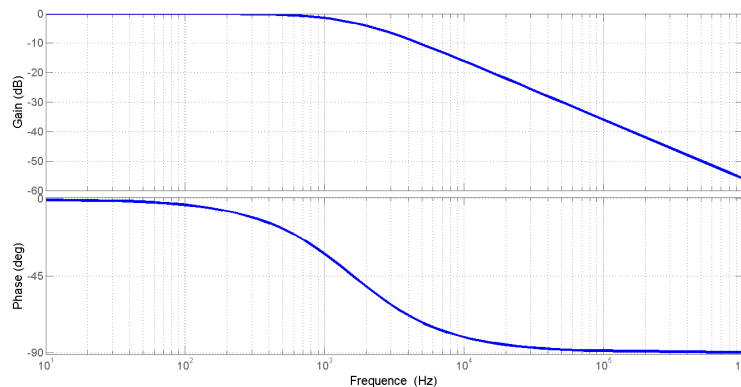

FIGURE 4 – Diagramme de bode du circuit RC -  $f_c = 1591 \text{ Hz}$
8. Diagramme de bode du circuit RC à la FIGURE 4.